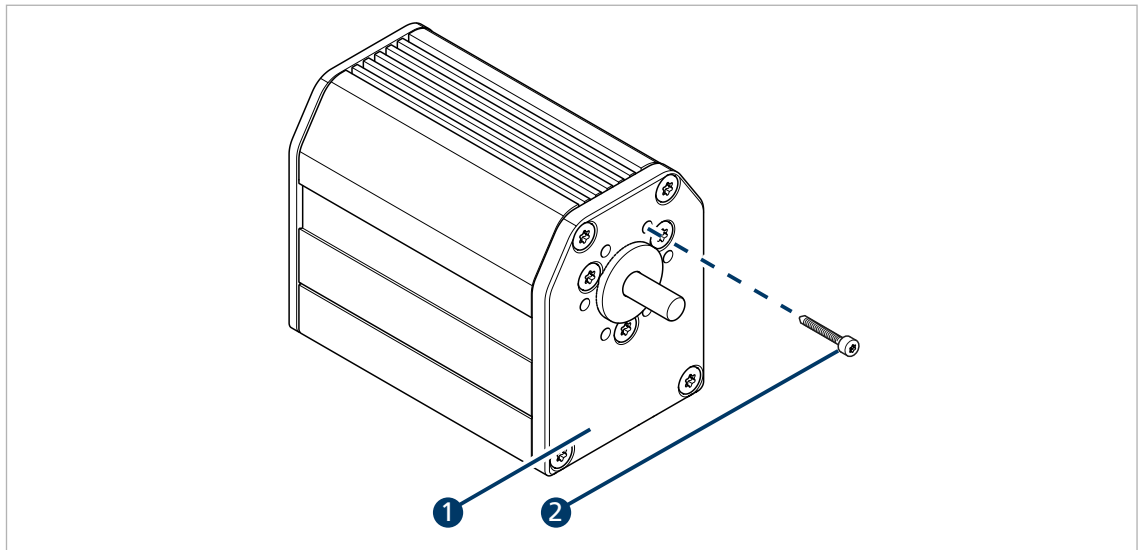

Abb. 8: Montage am Frontflansch
- ▶ Motion Control System (1) mit Schrauben (2) über die Gewindebohrungen an der Abschlussplatte gemäß Abb. 8 befestigen.